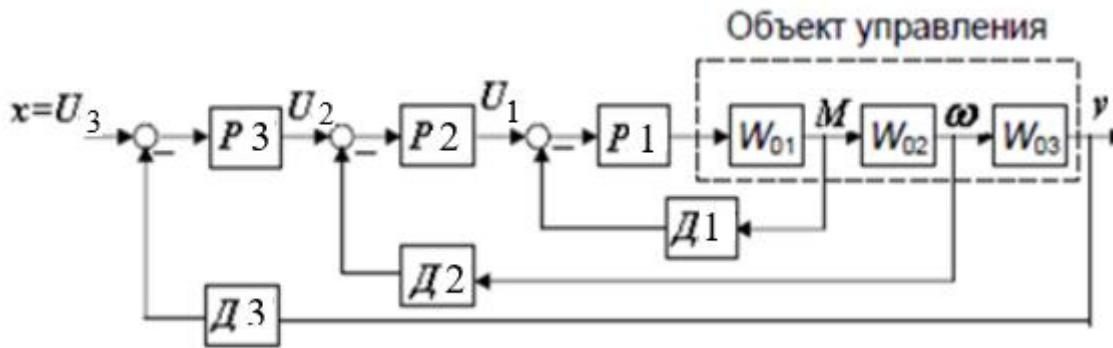

Рис. 4 Структура АЭП с подчиненной системой управления
**Вопрос 21.** На рис. 4 представлена классическая блок-схема АЭП с подчиненным регулированием и числом контуров, равным 3. Выберите названия контуров, начиная с внутреннего и заканчивая внешним.  $U_1$ ,  $U_2$ ,  $U_3$  – задающие напряжения для контуров 1, 2, 3 соответственно.  $P_1$ ,  $P_2$ ,  $P_3$  – регуляторы для контуров 1, 2, 3 соответственно.  $D_1$ ,  $D_2$ ,  $D_3$  – датчики обратной связи для контуров 1, 2, 3 соответственно.
**Вопрос 22.** Приведите порядок настройки параметров ПИД-регулятора контура скорости промышленного сервопривода СПС25 (контур 2 на рис. 4). Обозначение параметров настройки:  $K_P$ ,  $K_I$ ,  $K_D$  – коэффициенты пропорциональной, интегральной и дифференциальной составляющих соответственно;  $f_{\text{диск}}$  – частота дискретизации.